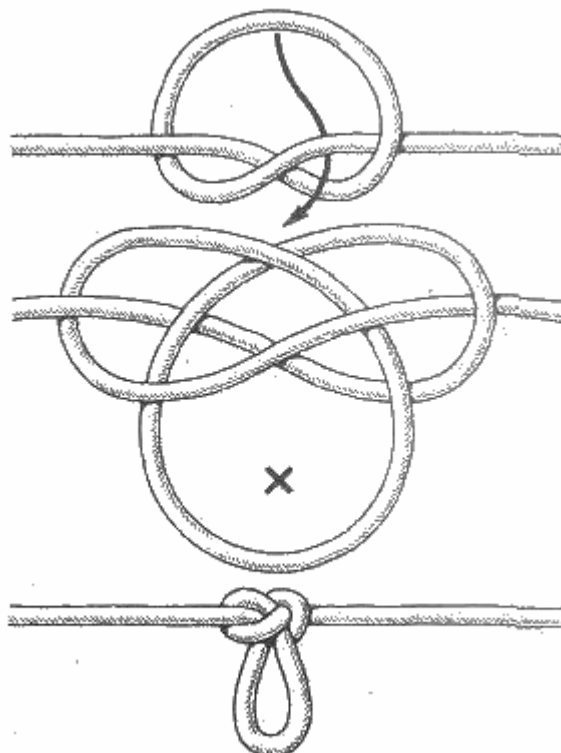

Рис. 75. "Травяная" петля
**"Травяная" петля** (рис. 75). Это еще одна разновидность незатягивающейся одинарной петли. Ее вязку следует начинать с простого узла. Свое название она получила от названия узла, которому она соответствует.